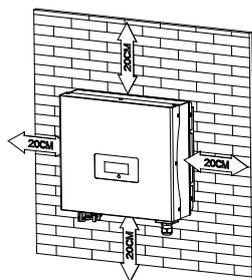

Figura 1
- B) L'inverter richiede uno spazio di raffreddamento adeguato. Prevedere uno spazio di almeno 20 cm sopra e sotto di esso (figura 1).